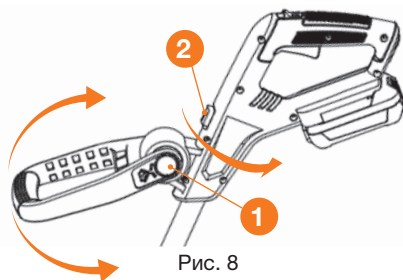

Рис. 8
1. Для изменения угла наклона дополнительной рукоятки, зажмите кнопку фиксатора **1** и установите рукоятку в необходимое положение, после чего отпустите кнопку фиксатора (Рис. 8). Для удобства кошения кромок, основная рукоятка имеет возможность поворота на 90°.
2. Для изменения угла основной рукоятки, зажмите кнопку фиксатора **2** и поверните рукоятку на 90° по часовой стрелке, после чего отпустите кнопку фиксатора (Рис. 8).